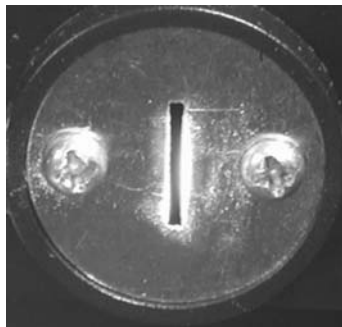

图 3 光斑在入狭缝上正确位置示意图
- 2) 移动钨灯及钨灯架位置，直到成像（从仪器后面观察）在入射狭缝上（见图 3）并在可见区，显示屏上读数（T 值）应稳定。